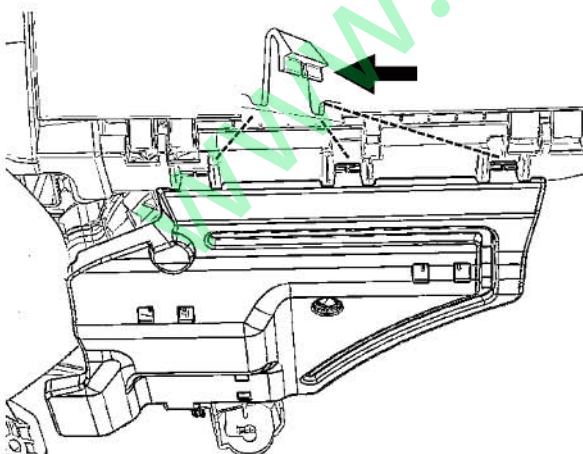

图 1-15 仪表板左/右下隔音板总成结构示意图
(1) 用一字螺丝刀沿图 1-15 箭头所指方向用力按压，直到卡脚脱出卡扣孔；
(2) 下拉隔音板，将所有卡扣拉出，拔掉脚部照明灯线束接插件，即可取下右下隔音板。